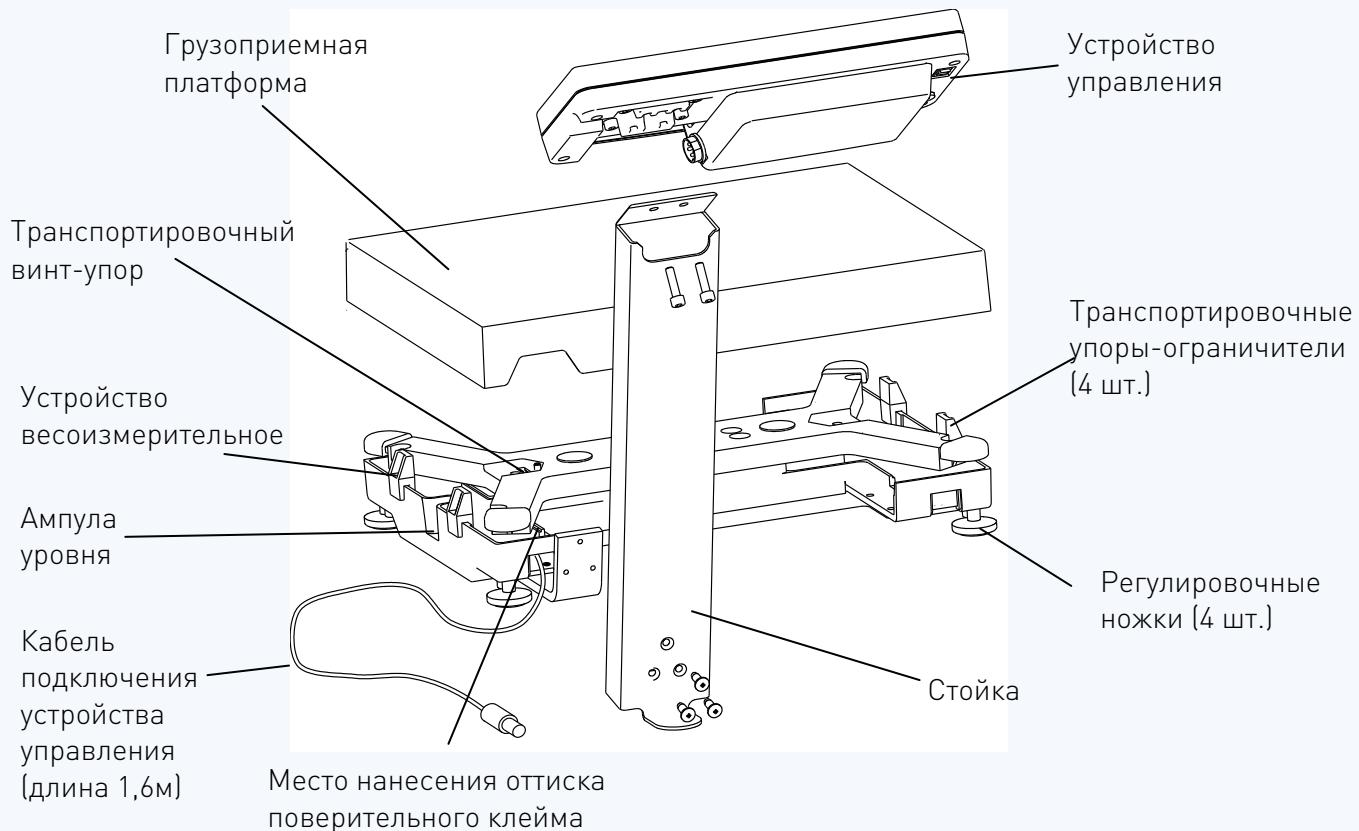

Рис. 5.1. - Весы MK_AB11
Конструкция весов представлена на Рис. 5.1.
- нанести на весы оттиск поверительного клейма (см. Рис. 5.1);